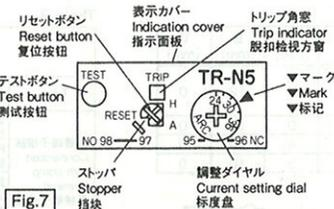

Fig.7
- 調整ダイヤルを回して目盛りの範囲内で、モータの全負荷電流を▼マークに合わせてください。(Fig.7) 目盛りの範囲外で使用した場合、性能を満足できません。
- テストボタンを手前に引くとシーケンスチェックができます。また、テストボタンを押すとb接点(95-96)だけが離れ、放すとb接点が再び閉じます。(Fig.7)
- サーマルリレーが動作した場合は、トリップ角窓に黄色の表示が出ます。また、リセットすると表示が角窓から隠れます。(Fig.7) (自動リセットの状態では、動作しても角窓に黄色の表示が出ません)
- サーマルリレーが動作したときは、過負荷などの異常原因を除去してからリセットボタンを軽く押すとリセットします。(この場合、サーマルリレーが十分冷えていないとリセットができません。)(Fig.7)
- Turn the current setting dial within the scale so that the full load current of the motor is at the ▼ mark (Fig.7). Do not use beyond the scale, or the expected performance cannot be obtained.
- By pulling the test button, checking of control circuit wiring can be done. If it is depressed only the NC contact (95-96) is opened. If it is released, the NC contact is closed again. (Fig.7)
- When the thermal overload relay operates, the trip indicator displays a yellow sign. If the thermal overload relay is reset, indication disappears from the indicator. (Even if the thermal overload relay operates, the yellow sign does not show in the trip indicator at automatic reset mode.) (Fig.7)
- If the thermal overload relay operates, first remove the cause of failure such as overload, and then lightly press the reset button to reset it. (In this case, the thermal overload relay cannot reset, if it is not cooled sufficiently.) (Fig.7)
- 在刻度范围内调整刻度盘，请将电动机的全负荷电流对准▼标记。(Fig.7) 刻度范围外使用时，无法满足性能。
- 拉起测试按钮，可进行程序检查。推入测试按钮，仅b触头(95~96)断开，松开测试按钮，则b触头重新闭合。(Fig.7)
- 热过载继电器动作时，脱扣检视视窗显示黄色。复位后视窗的指示消失。(自动复位状态下，即使脱扣动作也无黄色指示)(Fig.7)
- 当热过载继电器工作时，先排除超负载等异常原因后轻轻按下复位按钮进行复位。(此时，若热过载继电器没有充分冷却，则无法复位。)(Fig.7)